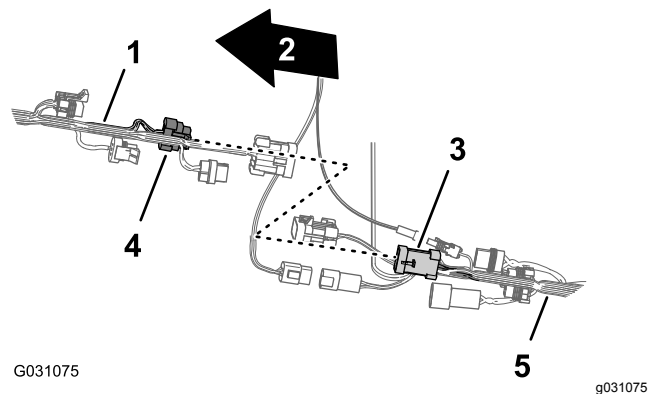

Bild 89
3. Stecken Sie den 8-Stift-Stecker des vorderen Kabelbaums für die Sprühfahrzeug-Kabelbaumverbindung in den 8-Buchsen-Stecker des hinteren Kabelbaums für den Dosierungsschalter (Bild 89).